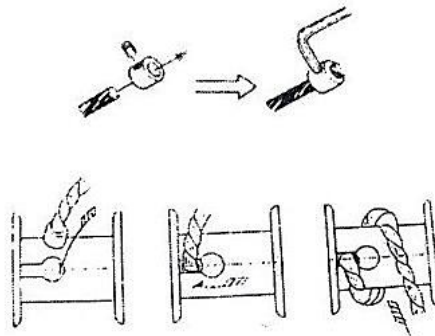

Рисунок 4
**Монтаж троса для лебедки 2 – 3 т** (см. рисунок 4) - Вставьте конец троса через муфту до конца на 10 мм, плотно затяните фиксирующий винт с шестигранной головкой. Вставьте муфту троса в отверстие на барабане и наденьте муфту троса на паз.